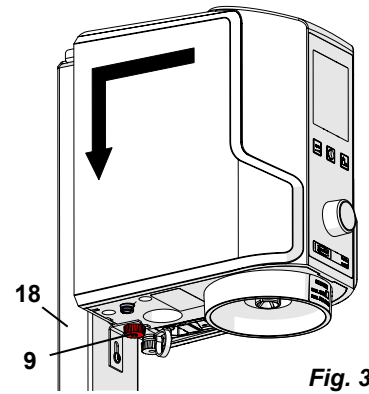

Fig. 3
- ⇒ Asegure el aparato con una tuerca moleteada (9, Fig. 3).